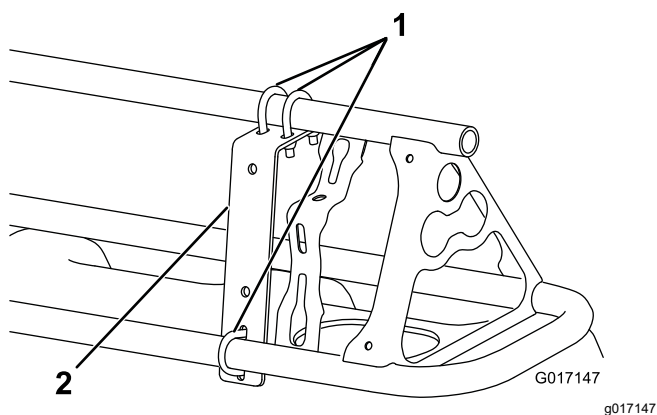
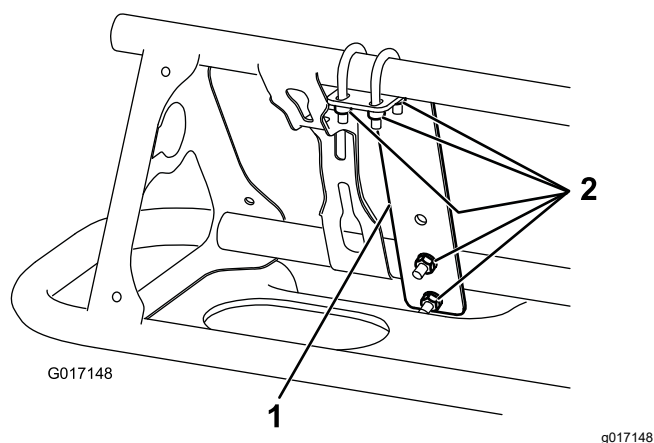

Рисунок 15
Рисунок 16
1. Установите монтажный кронштейн на переднюю сторону каждой стрелы рядом с самым удаленным от центра соплом (Рисунок 15 и Рисунок 16) с помощью трех U-образных болтов и 6 контргаек (1/4 дюйма).